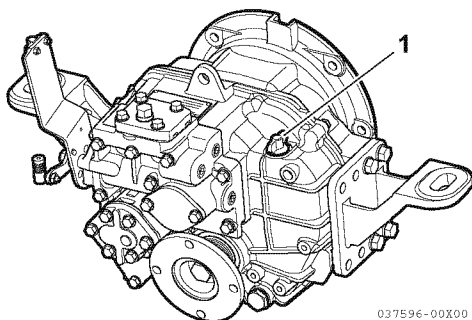

Figure 1
1. Retirez la jauge (1, **Figure 1**) et essuyez-la à l'aide d'un chiffon propre.